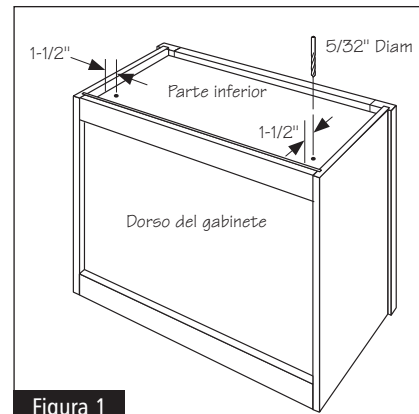

Figura 1
- 1** Perfore 2 agujeros de 5/32" a través de la parte inferior del gabinete a una profundidad de 1-1/2" a cada lado del gabinete y también en la parte posterior. Vea la figura 1.